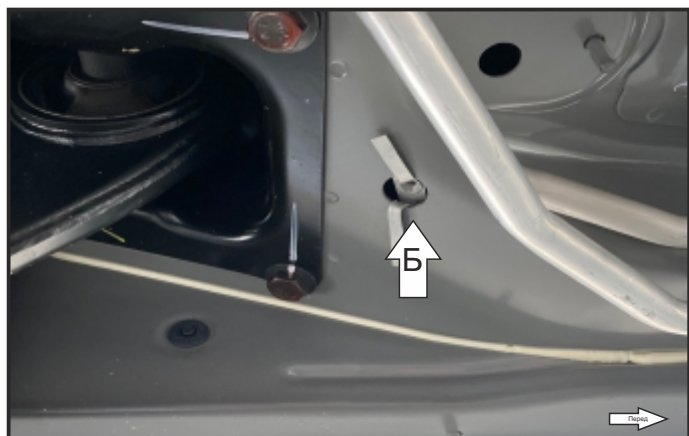

Рис. 8
3. Установить закладные М8 в местах, где были извлечены заглушки, и в позиции (Б). (Рис.7,Рис.8).